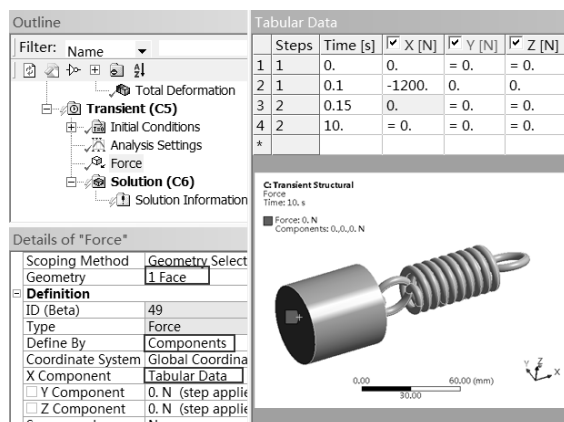

图 9-79 输入数值
Step6：选择如图 9-79 所示的 Force 选项，右下角会弹出一个 Tabular Data 表格，在表格中输入表 9-2 中的数值。